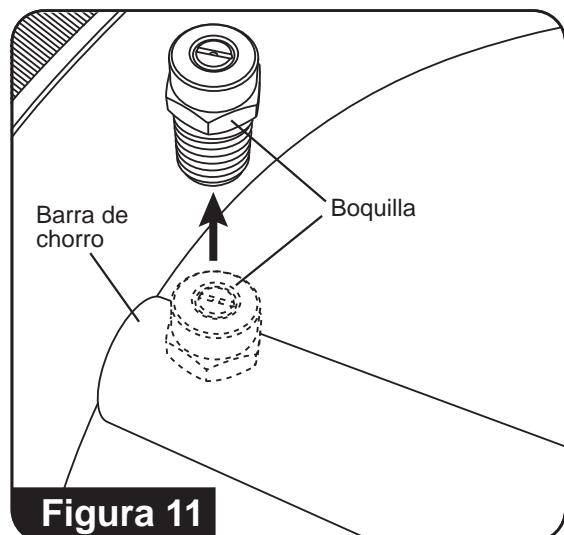

Figura 11
3. Con una llave inglesa de 14 mm (no se proporciona) retire las boquillas de la barra de rociado. (**Consulte la Figura 11**)